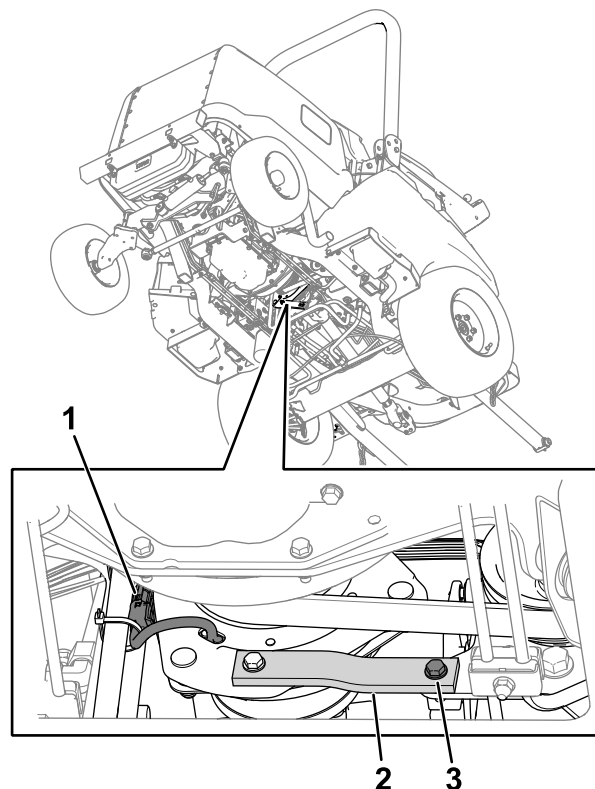

Figure 75
2. Débranchez le connecteur du faisceau de l'embrayage du faisceau de la machine (Figure 75).
3. Retirez le boulon, la rondelle et l'écrou de la sangle en caoutchouc (Figure 75) sur le cadre.